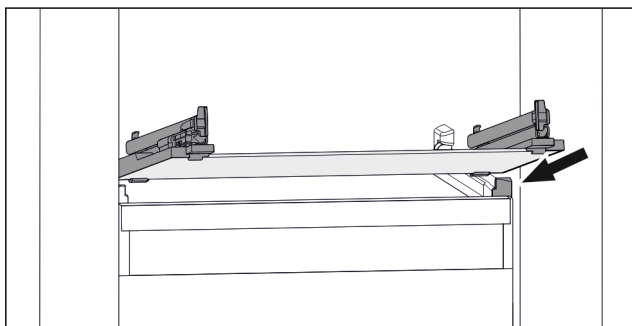

Fig. 73 Exempel på glashylla
- ▶ Sätt på glashylla i vinkel bakom stopplackarna. (se Fig. 73)